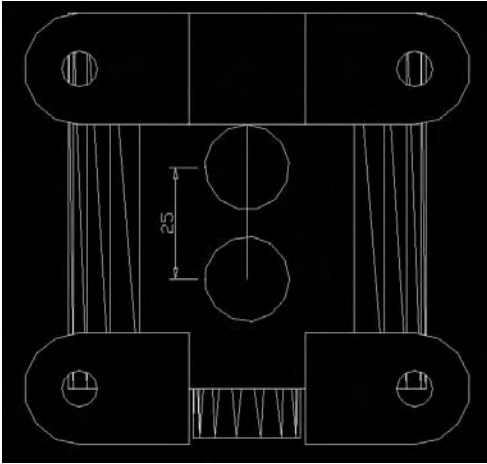

Fig.16.19
- 1 Affichez la pièce depuis le bas et tracez deux cylindres de diamètres 19 cm et d'une hauteur de 20 cm (fig.16.19).